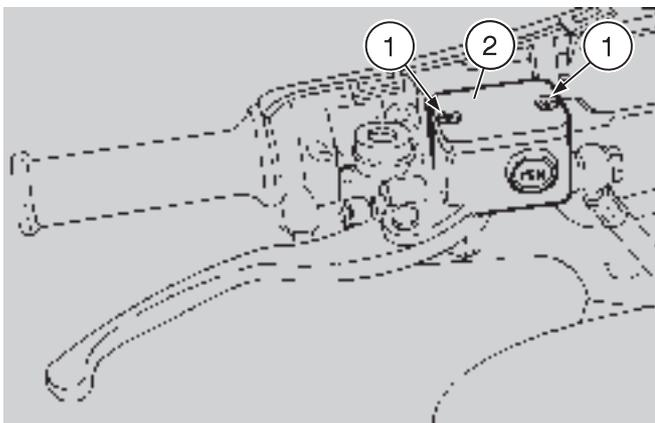

Abb. 16
Mit dem Bremsbeläge-Verschleiß, steigt auch der Bremsflüssigkeitsstand ab, um dem Verschleiß automatisch entgegenzuwirken. Die Bremsflüssigkeitsbehälter (2-Abb. 16) befinden sich unter der Lenkerverkleidung, in der Nähe der Bremshebelanschlüsse.
- ◆ Die zwei Schrauben (1-Abb. 16) herausdrehen.
- ◆ Deckel (2-Abb. 16) abnehmen.
- ◆ Den Deckel (2-Abb. 16) wieder aufsetzen.
- ◆ Die zwei Schrauben (1-Abb. 16) festziehen.